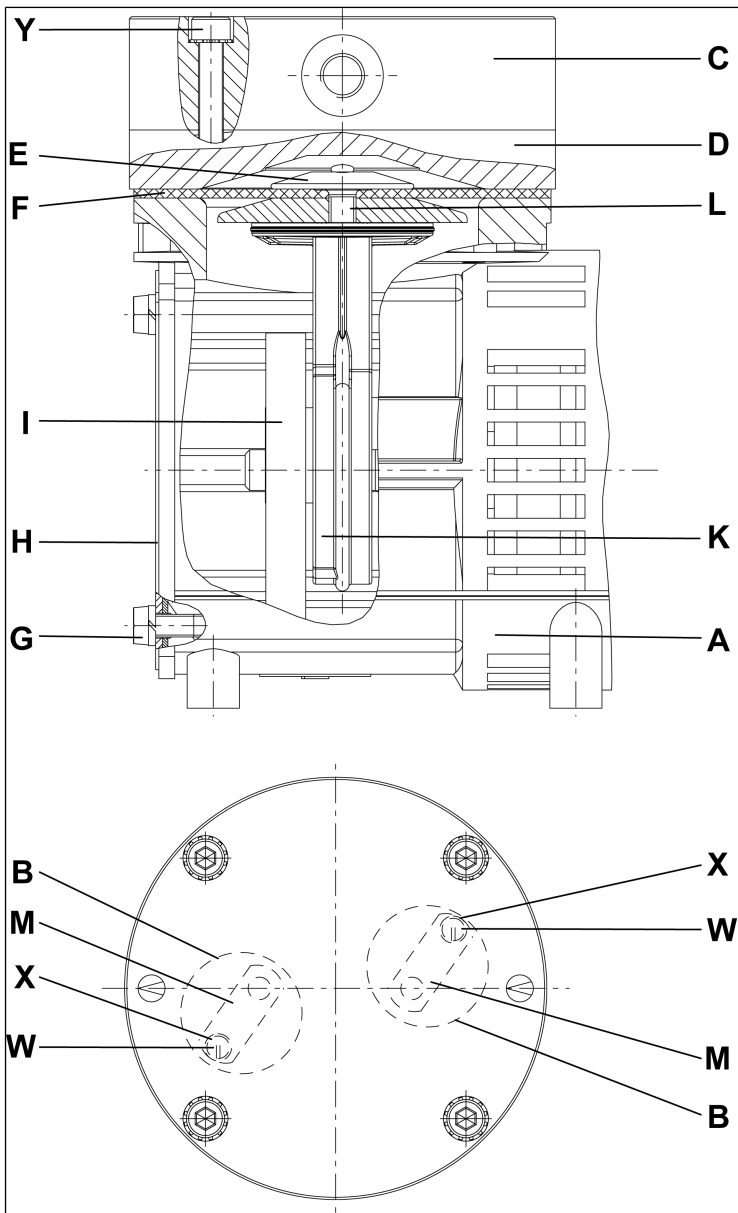

Fig.7: Partes de la bomba para tipos de bomba con cabezales lisos y muelles de válvula (acero inoxidable, simbólico)
**Según Fig. 7
i Los siguientes números de posición se refieren a Fig. 7).